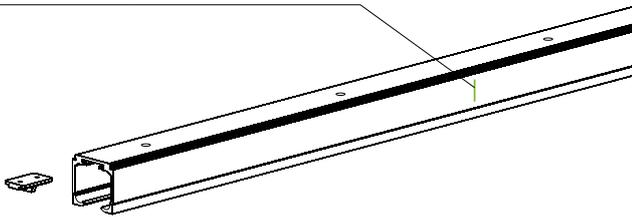

Рис.1
**1** Произведите разметку расположения ответной планки доводчика в верхней направляющей из расчета: 265 мм от края двери до середины планки (рис.1). Затем установите ответную планку в специальный паз верхней направляющей.